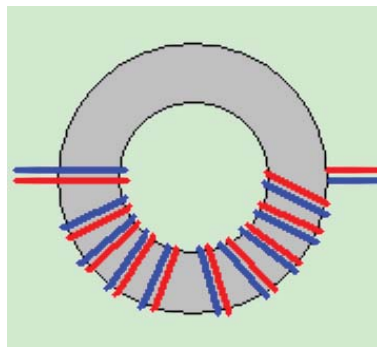

Bild 2: Balun nach Gerth
**Bild 2** zeigt das Schema. Zehn Windungen einer Zweidrahtleitung werden zu einer Spule aufgewickelt. In Weiterentwicklung der Idee von Gerth erfolgt der Wickel auf einen Toroid aus Ferrit.